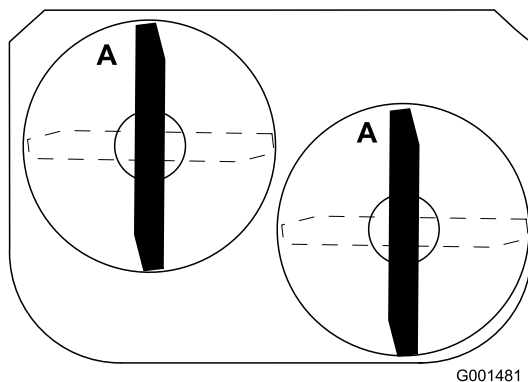

Figure 47
1. Tournez les lames dans le sens longitudinal (Figure 47).